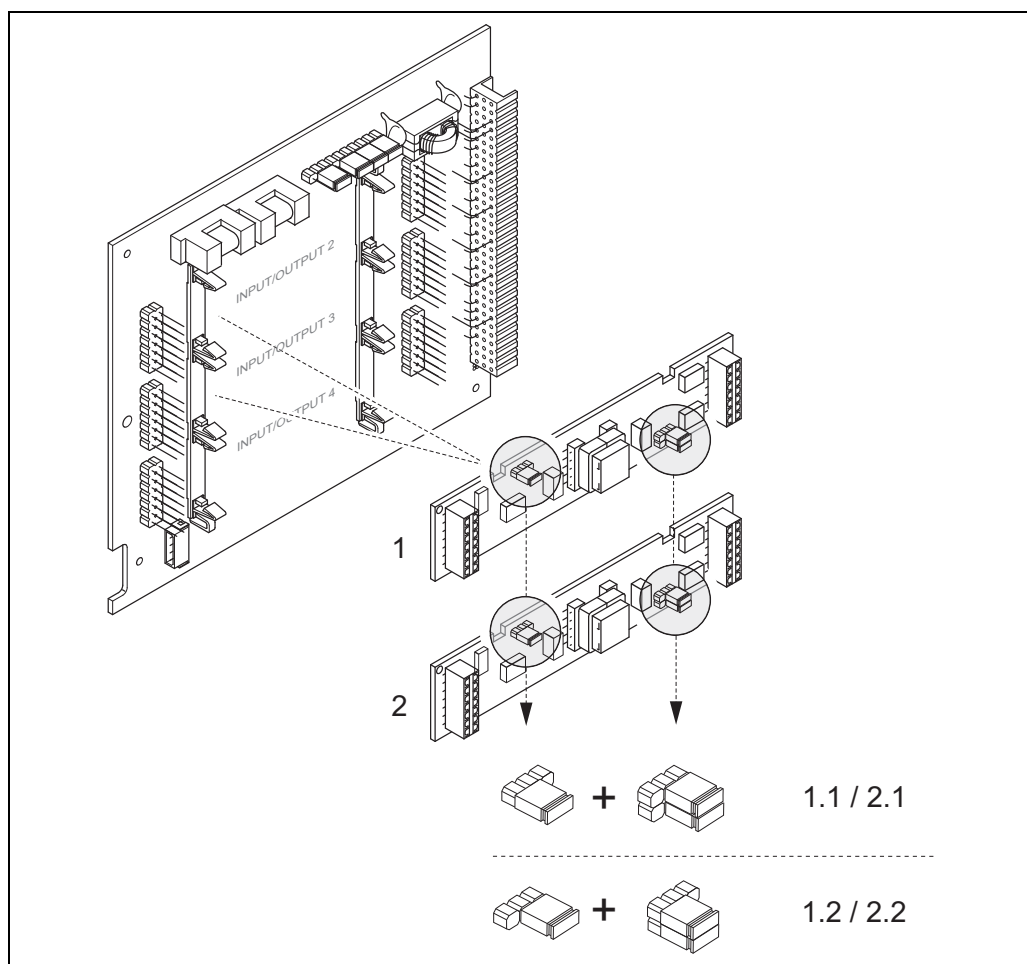

Fig. 35: Configurer les sorties impulsion/fréquence à l'aide de ponts (platine E/S)
3. Positionner les ponts → fig. 35